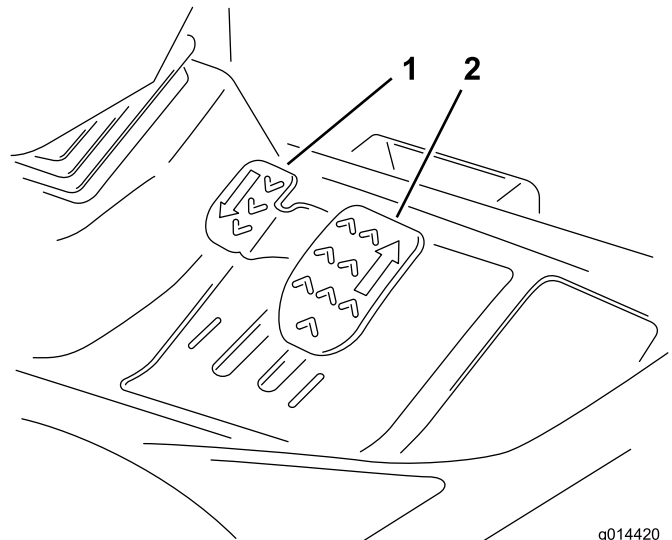

Figure 19
**Déplacement avant :** appuyez sur la pédale de marche avant pour faire avancer la machine et augmenter la vitesse de déplacement. Relâchez la pédale pour ralentir (Figure 19).
**Déplacement arrière :** appuyez sur la pédale de marche arrière pour faire reculer la machine et augmenter la vitesse de déplacement. Relâchez la pédale pour ralentir (Figure 19).